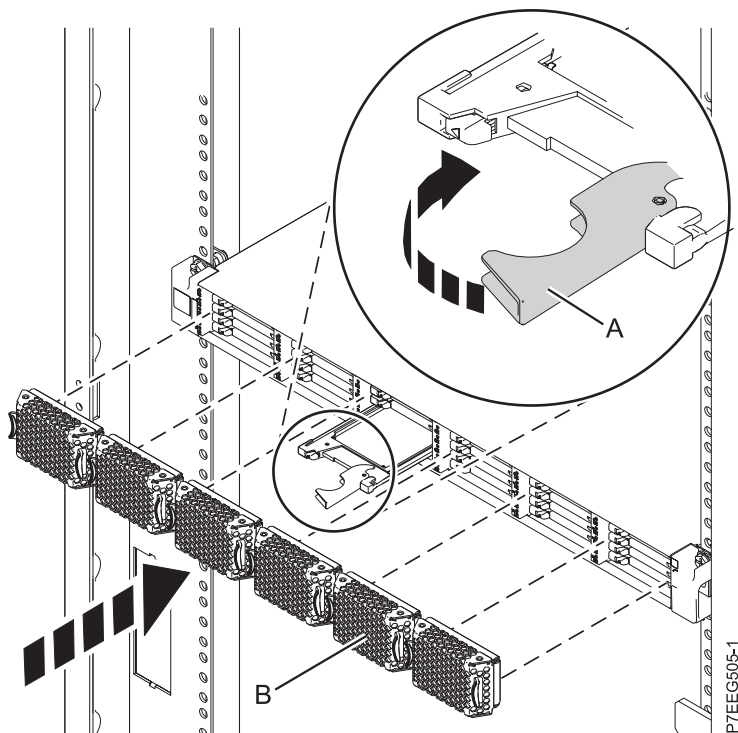

Figura 22. Substitució d'una unitat d'estat sòlid a Allotjament d'emmagatzematge EDR1 PCIe.
3. Feu girar la nansa (A) fins a la posició de bloqueig, tal com es mostra a Figura 22 a la pàgina 34.
4. Instal·leu la tapa bisellada (B).